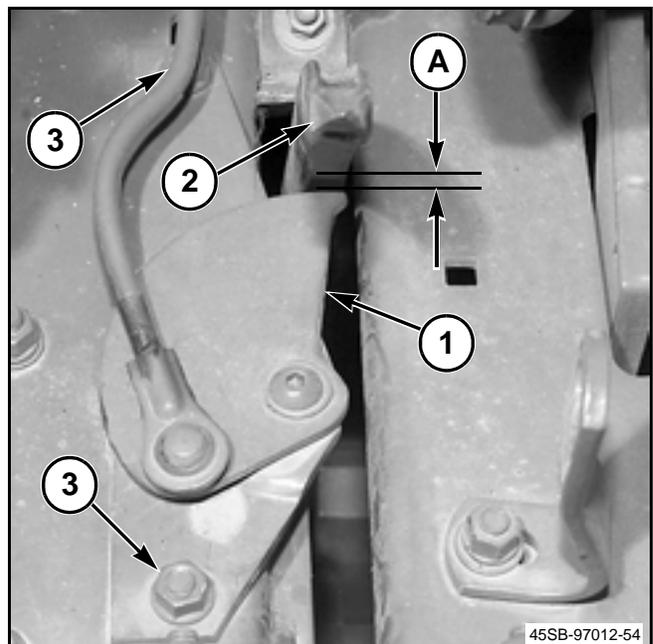

FIG. 45
FIG. 45: Las uñetas del cordel (1) mueven el cordel desde las agujas (2) a la trayectoria de la podadora. Las uñetas del cordel deben estar ajustadas correctamente. Un gran número de fallas en el amarre se deben a que las uñetas del cordel no están ajustadas correctamente.